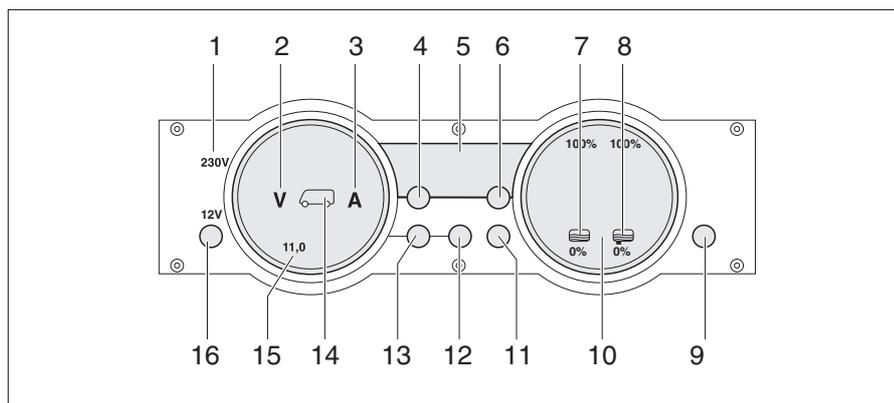

Fig. 260 Panel MP 20-S
La luz de control de 230 V (Fig. 260,1) se enciende cuando hay tensión de red en la entrada del bloque eléctrico.
El interruptor principal de 12 V (Fig. 260,16) conecta y desconecta el panel y la alimentación de 12 V del habitáculo.
- Pulsar la tecla "12 V" (Fig. 260,16) brevemente. La alimentación de 12 V del habitáculo está conectada. La visualización de control "12 V" está encendida.
- ▷ En caso de que después de la conexión parpadeen tanto el LED "11,0" de la visualización de voltios así como el símbolo Voltios "V" (Fig. 260,2) en el instrumento indicador Baterías (Fig. 260,15), será demasiado baja la tensión de la batería del habitáculo. Cargar la batería.
- ▷ En caso de que después de la conexión parpadeen tres veces la visualización de control "12 V", el símbolo Batería del habitáculo (Fig. 260,14) y el símbolo Voltios "V" (Fig. 260,2), estará activada la separación de batería. Desactivar la separación de batería.
- Pulsar la tecla "12 V" (Fig. 260,16) brevemente. La alimentación de 12 V del habitáculo está desconectada. La visualización de control "12 V" se apaga.
- Pulsar la tecla Batería del habitáculo (Fig. 260,12) y mantenerla pulsada aprox. 10 segundos. Los símbolos Voltios "V" (Fig. 260,2) y Amperios "A" (Fig. 260,3) parpadean tres veces. La batería del habitáculo está separada de la red de a bordo de 12 V.
- Pulsar la tecla "12 V" (Fig. 260,16) y mantenerla pulsada aprox. 5 segundos. El símbolo Voltios "V" (Fig. 260,2) parpadeará tres veces. La batería del habitáculo está conectada a la red de a bordo de 12 V. La visualización de control estará encendida durante aprox. 2 segundos.
- Pulsar la tecla de la batería del habitáculo "🔋" (Fig. 260,12). El símbolo Voltios "V" (Fig. 260,2) estará encendido. Según la carga o la descarga, el símbolo Amperios "A" estará encendido de color blanco o bien rojo. La tensión de la batería y la corriente de la batería del habitáculo son visualizadas a través de LEDs en el instrumento indicador.
- Pulsar la tecla de la batería del motor de arranque "🔋" (Fig. 260,13). El símbolo Voltios "V" (Fig. 260,2) estará encendido. La tensión de la batería del motor de arranque es visualizada a través de LEDs en el instrumento indicador.
- Pulsar la tecla de los depósitos "  " (Fig. 260,11). Los símbolos Depósito de agua "  " (Fig. 260,7) y Depósito de aguas residuales "  " (Fig. 260,8) estarán encendidos. Los niveles de llenado del depósito de agua (escala izquierda) y del depósito de aguas residuales (escala derecha) serán visualizados a través de LEDs en el instrumento indicador.
El símbolo Voltios "V" (Fig. 260,2) y el LED "11,0" parpadearán tan pronto la tensión de la batería caiga abajo de 11 V (medición durante el funcionamiento) y exista el riesgo de una descarga completa.
El símbolo Depósito de agua "☰" (Fig. 260,7) o el símbolo Depósito de aguas residuales "☷" (Fig. 260,8) parpadeará si el depósito de agua está vacío o el depósito de aguas residuales está lleno.
A través del visualizador digital (Fig. 260,5) es posible visualizar la temperatura interior y la temperatura exterior.